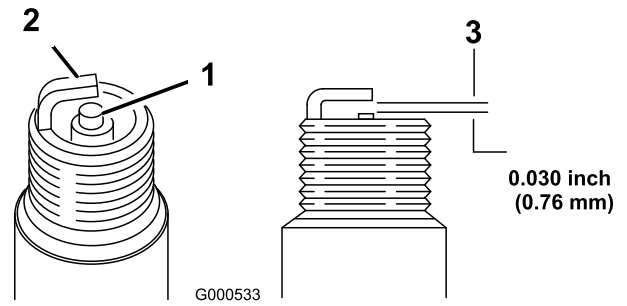

Figure 22
5. Réglez l'écartement des électrodes à 0,76 mm (0,030 po), comme montré à la Figure 22.